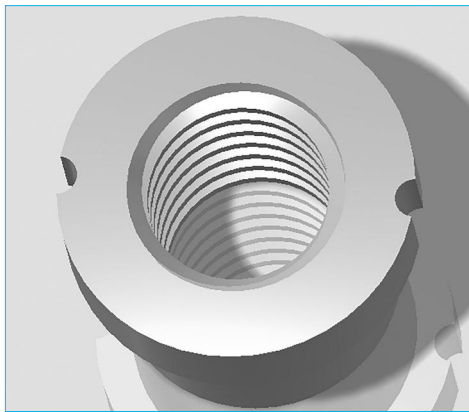

图 2-67 镜像效果
(5) 利用镜像命令，得到另外一侧螺纹孔。单击  按钮，选择 RIGHT 基准面为镜像平面，单击  完成镜像操作，如图 2-67 所示。